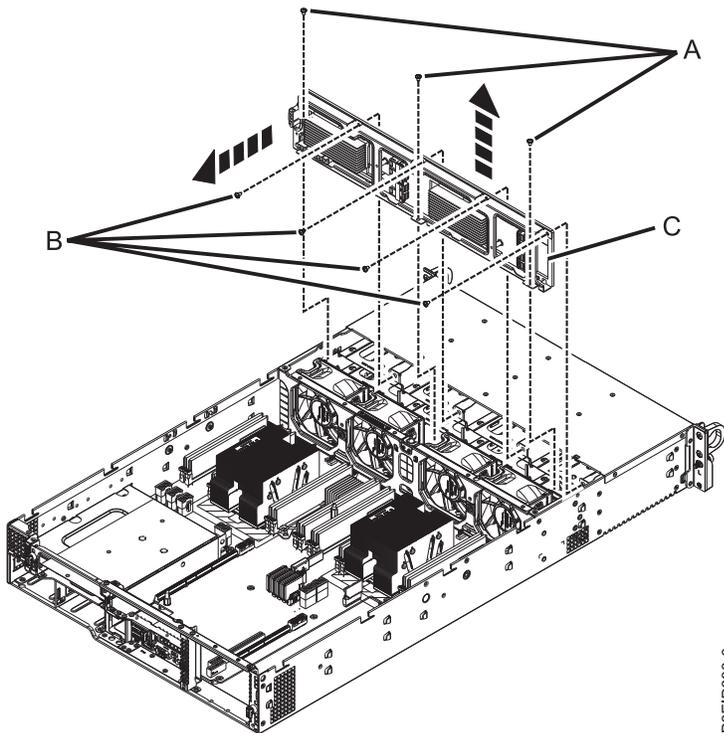

Abbildung 12. Rückwandplatine des Laufwerks ausbauen und Schrauben entfernen
5. Kennzeichnen und entfernen Sie die sieben Schrauben (**A**, **B**) und die Rückwandplatine des Laufwerks (**C**) (siehe Abb. 12).
- c. Heben Sie die Rückwandplatine des Laufwerks direkt aus dem Chassis (siehe Abb. 12).